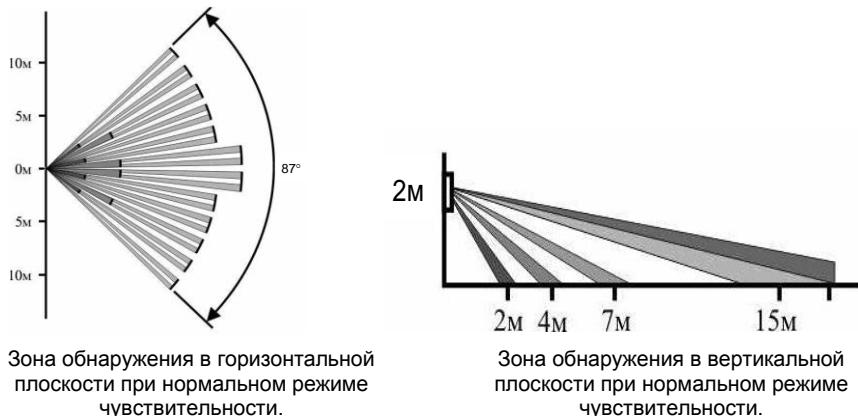

Рисунок 5
4.2. Извещатель измеряет и фиксирует инфракрасное излучение от человека в зоне обнаружения, которая имеет форму сектора радиусом дальней границы не менее 12 м и внутренним углом не менее 87 градусов (см. Рисунок 5.).